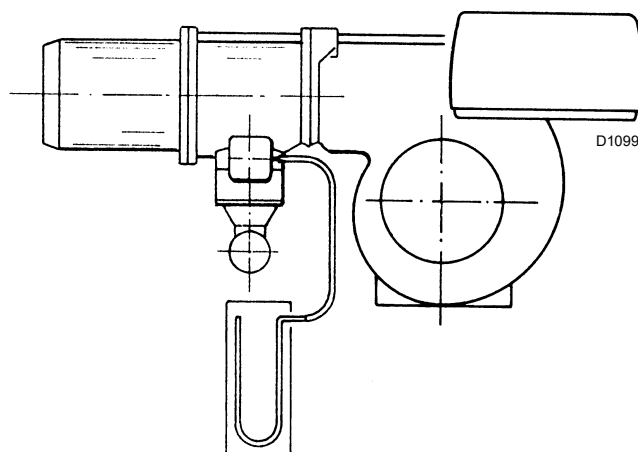

Fig. 21
- Monter un manomètre en U (Fig. 21) sur la prise de pression du gaz du manchon.
L'arrivée de gaz au manchon est mise en évidence sur le manomètre en U (Fig. 21).